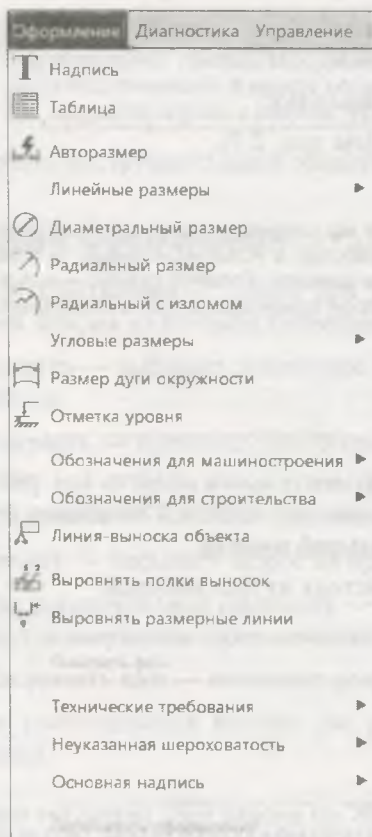

Рис. 3.8. Выпадающее меню пункта Оформление
- ◆ **Оформление** — содержит команды простановки размеров, текста и создания технических требований и шероховатости (рис. 3.8);